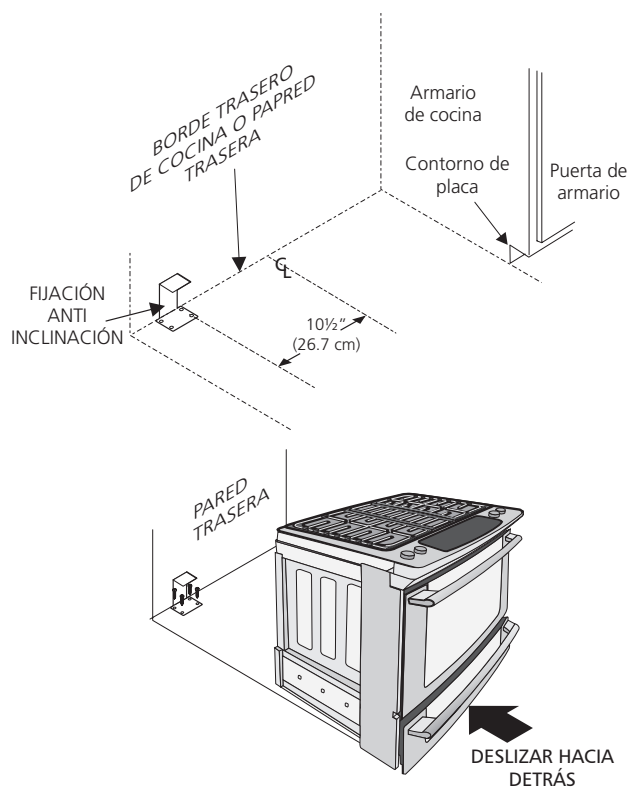

Figura 17
2. Desplegar el molde de papel y colocarlo alisado sobre el piso con el vértice posterior derecho posicionado exactamente en la intersección de las líneas central y posterior dibujadas anteriormente. (Si no se dispone de un molde, usar el diagrama incluido a continuación para ubicar las ménsulas (Figura 17)).